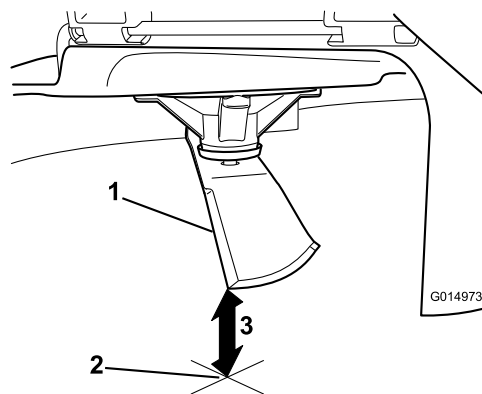

Figura 65
3. Misurate dalla punta della lama alla superficie piana (Figura 65).